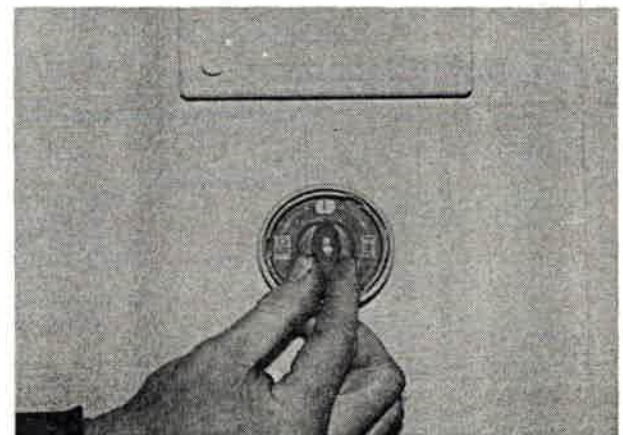

Bild 143
2. Hauptschalter einschalten (Bild 143).